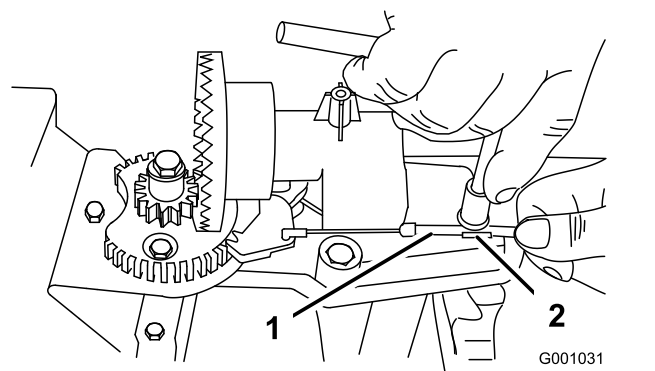
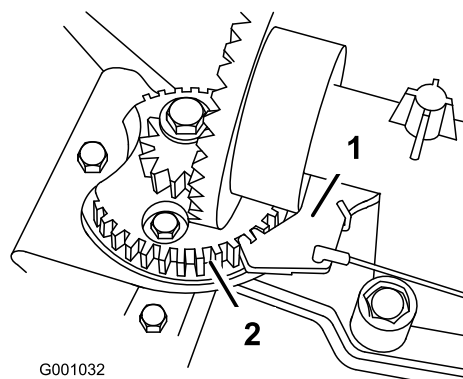

Figure 42
Figure 43
- Desserrez le boulon du serre-câble (Figure 42).
- Saisissez la gaine du câble et déplacez-la vers l'avant de la machine jusqu'à ce que le cliquet de verrouillage de la goulotte d'éjection s'engage complètement dans les dents du secteur (Figure 42 et Figure 43).
Remarque: Le cliquet est rappelé par ressort et s'engage naturellement dans les dents du secteur (Figure 43).